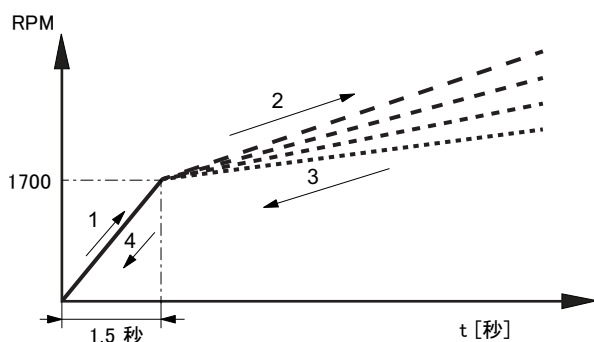

図 37 ランプ・ダウン
1. 出荷時設定に従って BMS hp ポンプ (6) をランプ・ダウンさせます。図 37 を参照ください (3 および 4)。